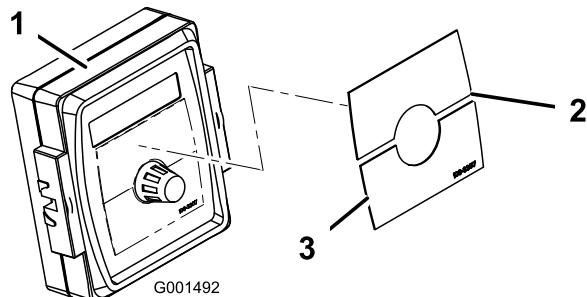

Figura 4
- Aplique la pegatina Spray Pro al monitor (Figura 4).